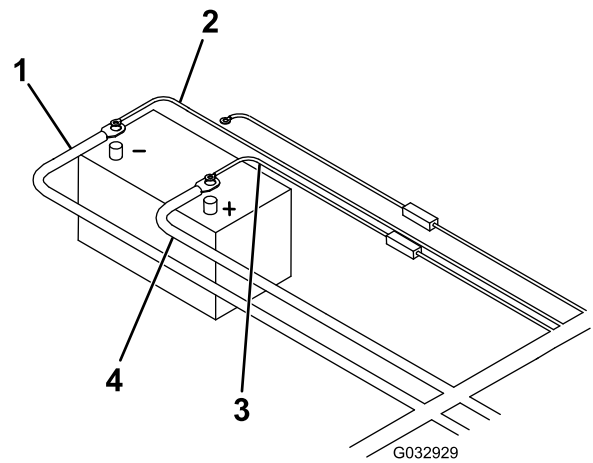

Bild 18
23. Schließen Sie das schwarze Strom- bzw. Erdungskabel am Minuspol (-) der Batterie an (Bild 18).
24. Schließen Sie das braune Kabel am Minuspol der Batterie an (Bild 18).
25. Schließen Sie das freie Ende des Batteriekabels am Pluskabel (+) der Batterie an (Bild 18).
26. Schließen Sie das rote, gesicherte Kabel am Pluspol (+) der Batterie an (Bild 18).